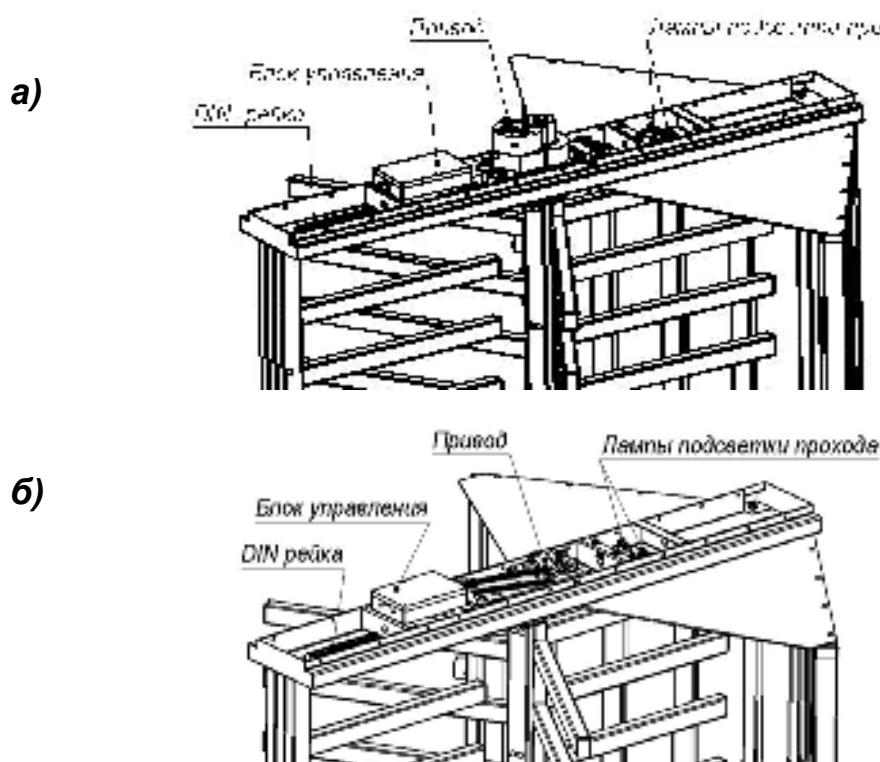

Рисунок 3 — Вид балки привода (13) без кожуха (14):
5.2.10 Блок управления выполнен в виде отдельного устройства в закрытом корпусе и осуществляет управление турникетом в соответствии с поступающими управляющими сигналами. Для удобства подключений все соединения блока управления выведены на DIN-рейку, также расположенную внутри балки привода (см. рисунок 3). Подводка всех кабелей к DIN-рейке осуществляется через нижнее отверстие в преграждающей стойке (3) со стороны фланца (4), далее вверх по стойке в балку привода (рисунки 1 и 3).